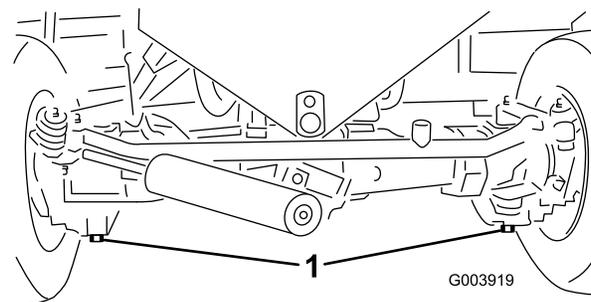

Figura 64
2. Pulite l'area circostante i tappi di spurgo (Figura 64).